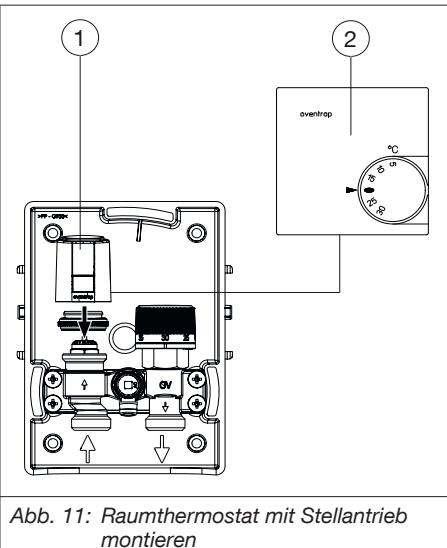

Abb. 11: Raumthermostat mit Stellantrieb montieren
3. Schrauben Sie den Stellantrieb (siehe Abb. 11 auf Seite 14 (2)) auf das Ventil. Führen Sie das Kabel durch die Bohrung im Wand einbaukasten (siehe 6.1 auf Seite 11).